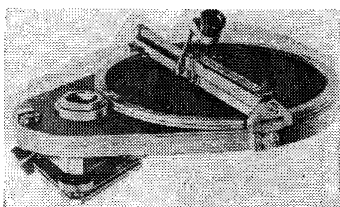

Рис. 25. Картографический столик Karti
4.10. Картографический столик Karti (рис. 25) в комплекте с тахеометрами Dahlita 010A, Redta 002, BRT 006 и теодолитами Theo 020A и Theo 030A предназначен для выполнения съемочных работ с составлением топографического плана в процессе полевых измерений.